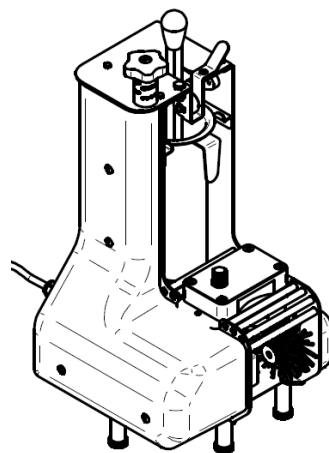

Fig. 4.5.2
- svitare i 5 piedini presenti nella raviolatrice (2)
- avvitare i distanziali (1) ai piedini (2)
- infine avvitare i piedini+distanziale assemblati, alla raviolatrice (Fig. 4.5.2).